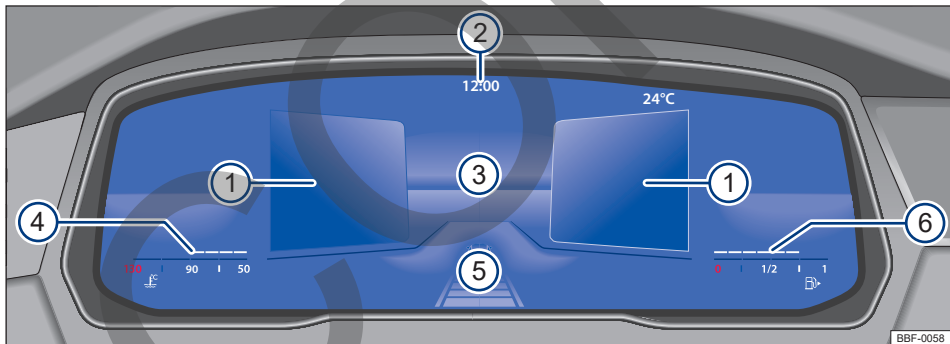

Fig. 10 Active Info Display (variante 2) en el tablero de instrumentos.
La exhibición principal → fig. 10 ③ puede alterarse presionando la tecla **[View]** en el volante multifunción. La representación en el área de indicación puede exhibir las siguientes vistas:
- **Resumen:** después de finalizada la preparación para conducción: exhibición de información sobre el estatus del vehículo en las áreas ①, por ejemplo, posición del cuentakilómetros total.